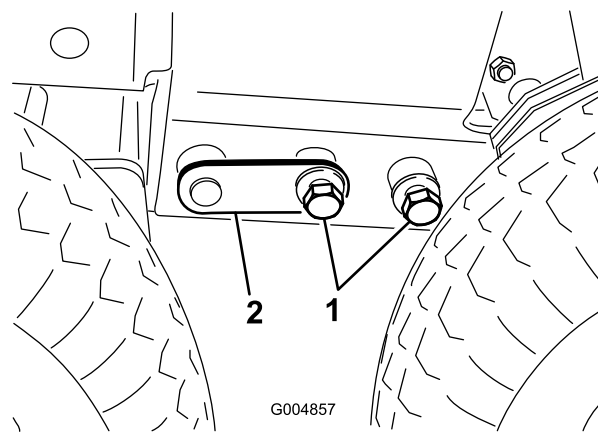

図 111
34. 必要に応じてフロアジャッキを調整して左右それぞれにボルト 3/4 インチ を取り付ける 図 111。